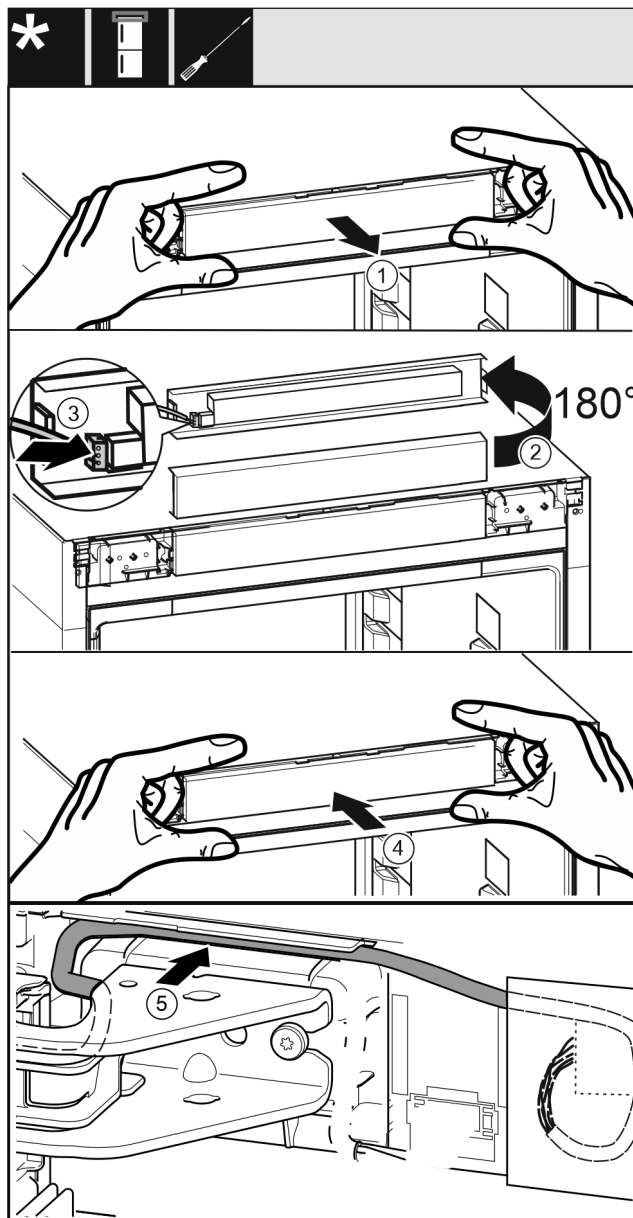

Fig. 31
- ▶ Opatrně vyjměte panel. Fig. 31 (1)
- ▶ Panel otočte nahoru o 180°. Fig. 31 (2)
- ▶ Zástrčka zacvakne do panelu. Fig. 31 (3)
- ▶ Nasadíte panel zpět na přístroj. Fig. 31 (4)
- ▶ Šedý kabel opatrně položíte do vedení nad horním stojanem ložiska. Fig. 31 (5)